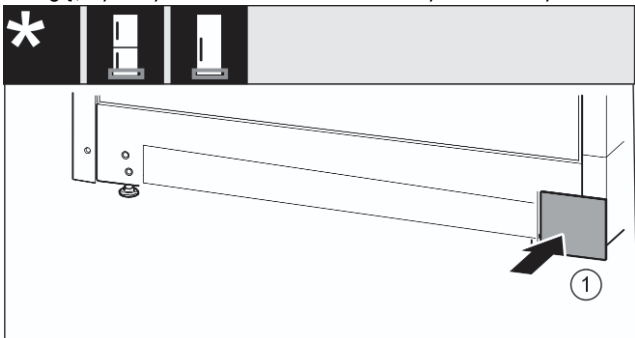

Fig. 19
- Założyć ponownie osłonę Fig. 19 (1) z drugiej strony.